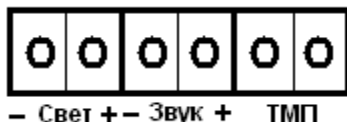

Рис.1 Схема подключения оповещателя охранно-пожарного комбинированного «Гром-12К» исп.3
- выполнить электрический монтаж к выходным клеммам согласно рис.1;